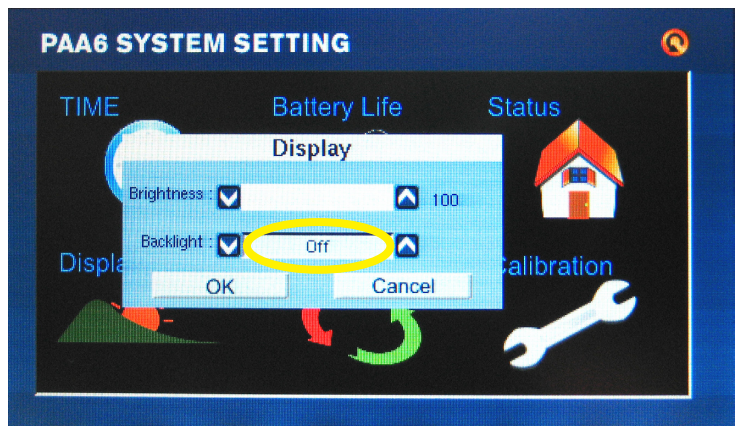

figura 11
- Si usted va a leer las mediciones de lectura de la pantalla sin tocarla, asegúrese de setear el modo sleep de la luz de fondo en "off", de lo contrario la pantalla se volverá oscura después de unos minutos (figura 11). Esto se hace a través de Sistema > menú de Display.